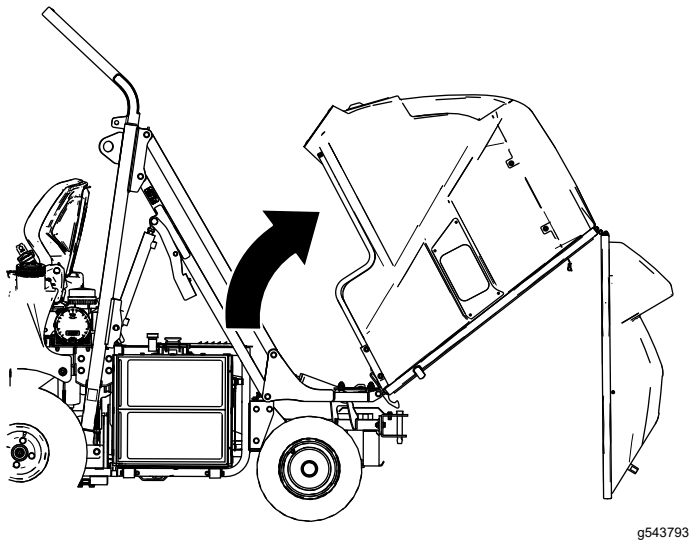

Figura 51
2. Gire la tolva hacia arriba y hacia atrás (Figura 51) de forma manual.